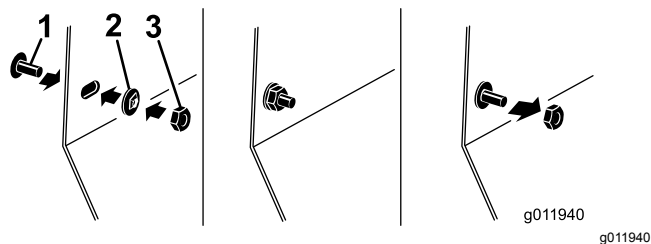

Bild 3
2. Setzen Sie die zwei Schrauben (5/16" x 3/4") an der Seitenplatte und drehen sie um, um die zwei Steckmuttern (5/16") an der Schraube anzubringen (**Bild 3**).
3. Bringen Sie die Sechskantmutter (5/16") an der Schraube an, um die Steckmutter bündig an die Seitenplatte zu bringen (**Bild 3**).